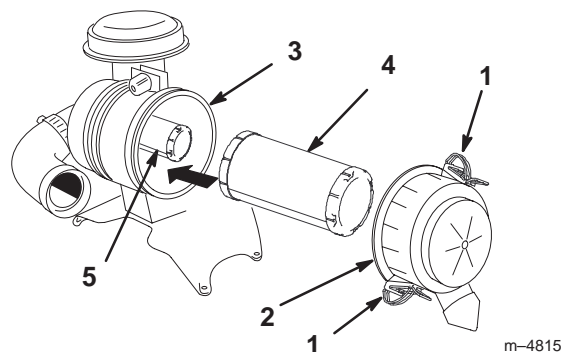

Figure 35
3. Ouvrez les dispositifs de verrouillage du filtre et ôtez le couvercle du corps du filtre (Fig. 35).
5. Sortez l'élément primaire du corps du filtre avec précaution (Fig. 35). Évitez de cogner l'élément à l'intérieur du corps.
2. Si vous remplacez l'élément de sécurité, insérez-le avec précaution dans le corps du filtre (Fig. 35).
3. Installez ensuite l'élément primaire sur l'élément de sécurité avec les mêmes précautions (Fig. 35). Assurez-vous qu'il est bien engagé en appuyant sur le rebord extérieur lorsque vous l'installez.
4. Reposez le couvercle, le côté portant l'inscription **UP** étant tourné vers le haut, et enclenchez les fixations (Fig. 35).